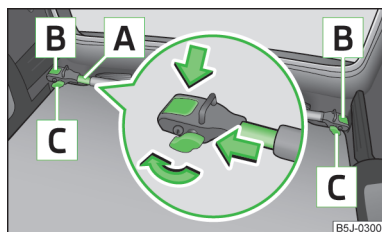

Fig. 57
- Aflojar los tornillos de seguridad **C** » fig. 57 y sacarlos un poco, para que se desbloqueen así las fijaciones **B**.